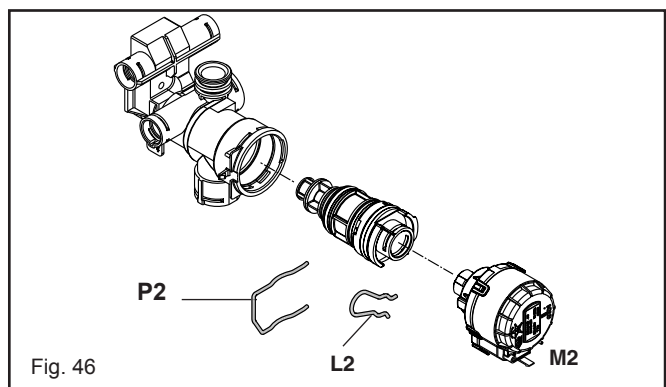

Fig. 46
6.20.5 DIVERTOR VALVE ASSEMBLY (fig. 46)